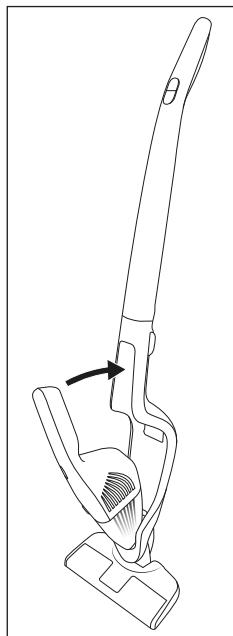
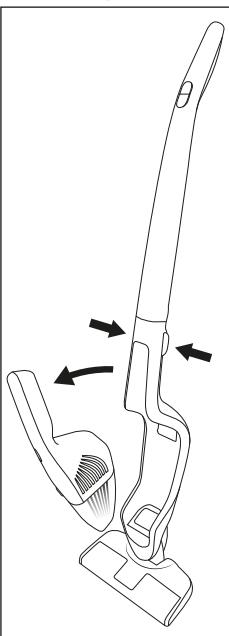

Fig. 2
Fig. 3
- 1) Para montar la pieza manual ③ en la columna ⑩, introduzca la punta de la pieza manual ③ en el alojamiento para la pieza manual ⑬.
- 2) Tras esto, presione el mango ① de la pieza manual ③ contra la columna ⑩ de la aspiradora de forma que la pieza manual ③ quede encastrada y fija (fig. 2).
- 3) Para extraer la pieza manual ③ de la columna ⑩ de la aspiradora, pulse los dos botones de desencastre ⑫.
- 4) Tire de la pieza manual ③ hacia arriba/delante para extraerla del alojamiento para la pieza manual ⑬ (fig. 3).